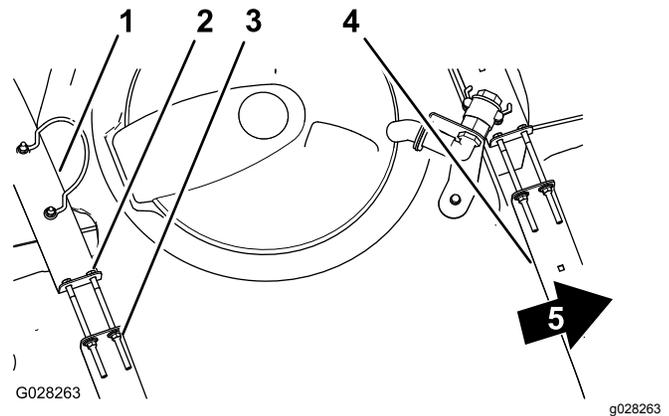

図 17
2. タンクとタンク固定ベルトとの間に、たるみがないか点検する 図 17。
3. ベルトにゆるみがある場合には、ベルトの上部にあるフランジロックナットとボルトを締めてベルトとタンクとが面一になるようにする 図 17。